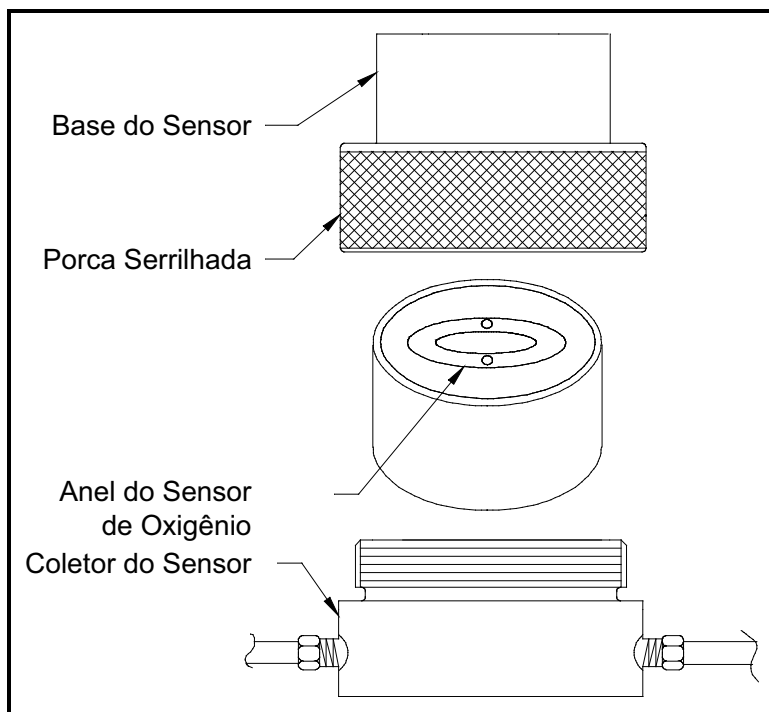

Figura 6: Instalação do Sensor de Oxigênio
Para instalar um sensor novo ou substituir o sensor de oxigênio no oxy.IQ, consulte o *Figura 6* abaixo e siga os seguintes passos:
6. Oriente o sensor de modo que seus eletrodos banhados a ouro fiquem de frente para os pinos de contato de mola na base do sensor (ver *Figura 6 na página 10*). Pressione firmemente o sensor de oxigênio no sentido da base do sensor, na parte inferior do módulo eletrônico do oxy.IQ.